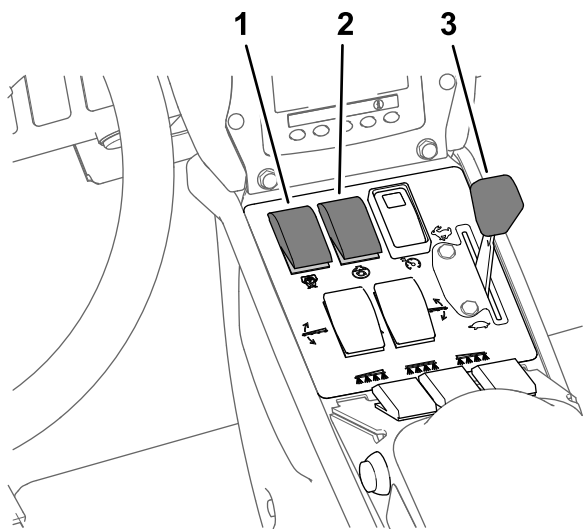

Figure 30
8. Réglez la commande d'agitation et la commande de la pompe de pulvérisation en position ACTIVÉE (Figure 30).
9. Placez la commande d'accélérateur en position HAUT RÉGIME (Figure 30).
Remarque: Cette procédure suppose que la pompe de pulvérisation est en marche; voir Figure 30 sous Pulvérisation en mode débit d'application (page 35).
- Réglez la commande d'accélérateur au régime moteur voulu pour pulvériser; voir Figure 30